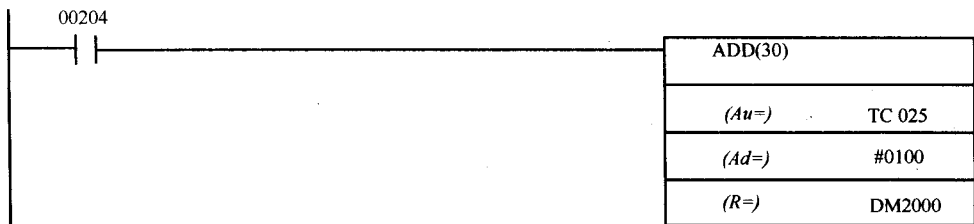

图 6-19 CQM1 数学指令，把 BCD 数 100 与代表定时器或者计数器当前值的 BCD 数相加，并把结果保存到数据存储器里
数学指令的参数，例如图 6-19 所示的 ADD(30) 指令，可以是常数或者地址。